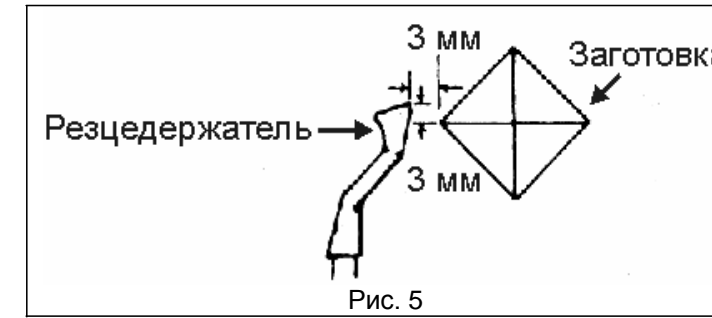

Рис. 5
9.5.3. Отрегулируйте резцедержатель приблизительно на 3 мм от углов заготовки и на 3 мм над линией центров (Рис. 5). Заблокируйте опору резцедержателя и резцедержатель. Поверните заготовку рукой, чтобы убедиться, что углы не ударяются о резцедержатель. Скорость обработки данной заготовки должна быть около 1100 об/мин для «грубой обработки».